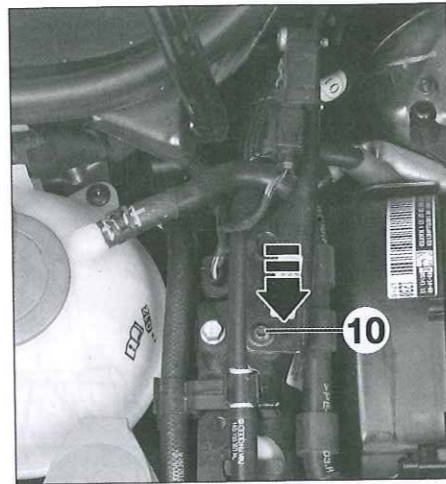

Fig. 46
- Desmontar el tornillo de fijación del soporte (10) del captador de presión diferencial de los gases de escape y deslizarlo (Fig.46).